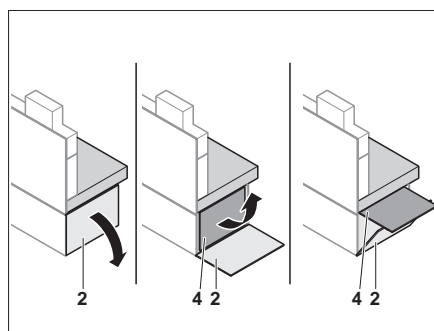
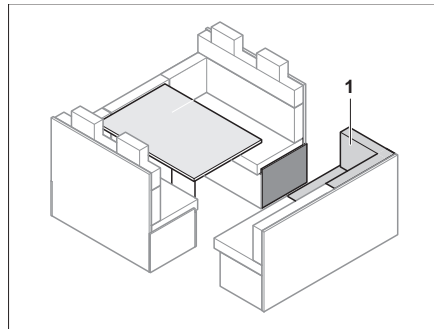
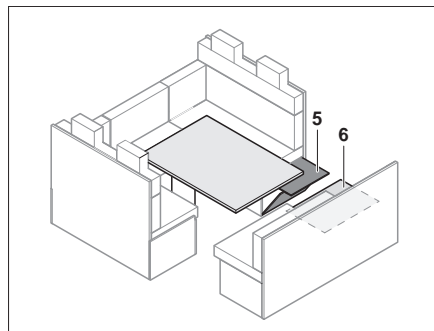

Fig. 114 Aprire la prolunga del divanetto
Fig. 116 Prima dell'estrazione
Fig. 118 Aprire la prolunga del divanetto
- Aprire lo sportello (Fig. 114,2).
- Ribaltare verso l'alto la prolunga del divanetto (Fig. 114,4) e fissarla allo sportello (Fig. 114,2).
- Togliere i cuscini del divano (Fig. 116,1).
- Ribaltare verso l'alto la prolunga del divanetto (Fig. 118,5) e fissarla (Fig. 114)
- Prelevare il pannello di rinforzo (Fig. 118,6) da sotto i cuscini del divano (Fig. 116,1) e colmare la lacuna tra la prolunga dei sedili e il divanetto laterale.